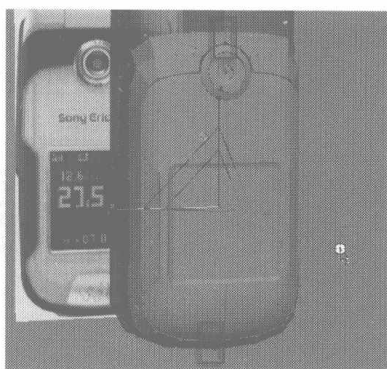
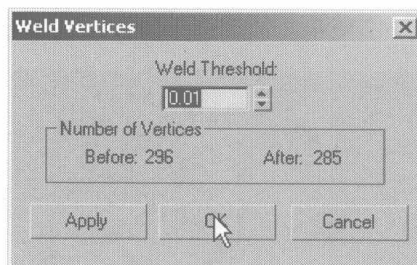

图 4.146
图 4.147
- 19** 选择外壳上接缝处的节点，如图 4.146 所示，在 Edit Vertices 卷展栏中单击 右侧的小按钮，在弹出的对话框中设置焊接参数，如图 4.147 所示，单击 OK 按钮将接缝处的节点焊接。